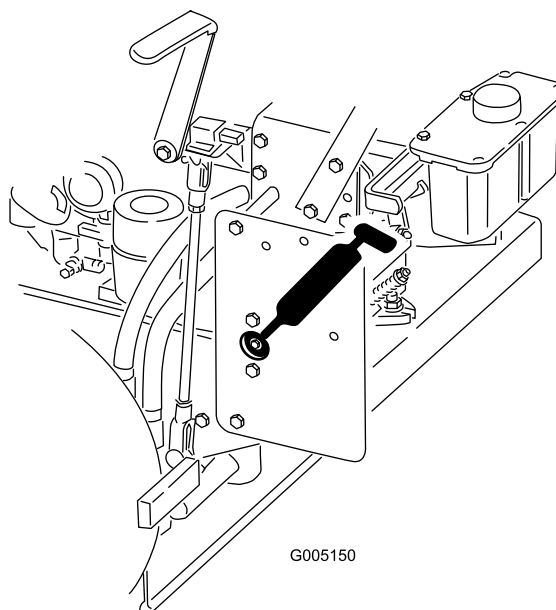

Figura 27
2. Engrase los cojinetes en ambos lados de la máquina (Figura 27).